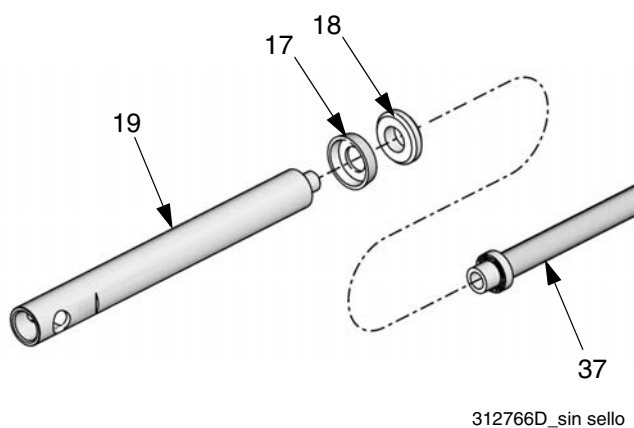

FIG. 17
1. Lubrique el prensaestopas (17) y el cojinete (18) con grasa a base de litio n° 2.
2. Instale el cojinete (18) y el manguito obturador (17) con los rebordes hacia abajo sobre la biela de la bomba (37). Consulte la FIG. 17.